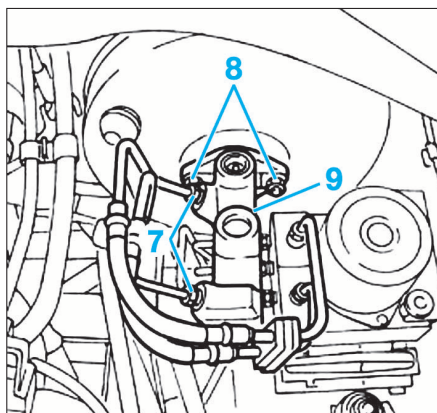

FIG. 18
- Déposer les canalisations (7) menant à la centrale ABS (Fig.18).
- Déposer les écrous de fixation (8) fixant le maître-cylindre au servofrein (9).